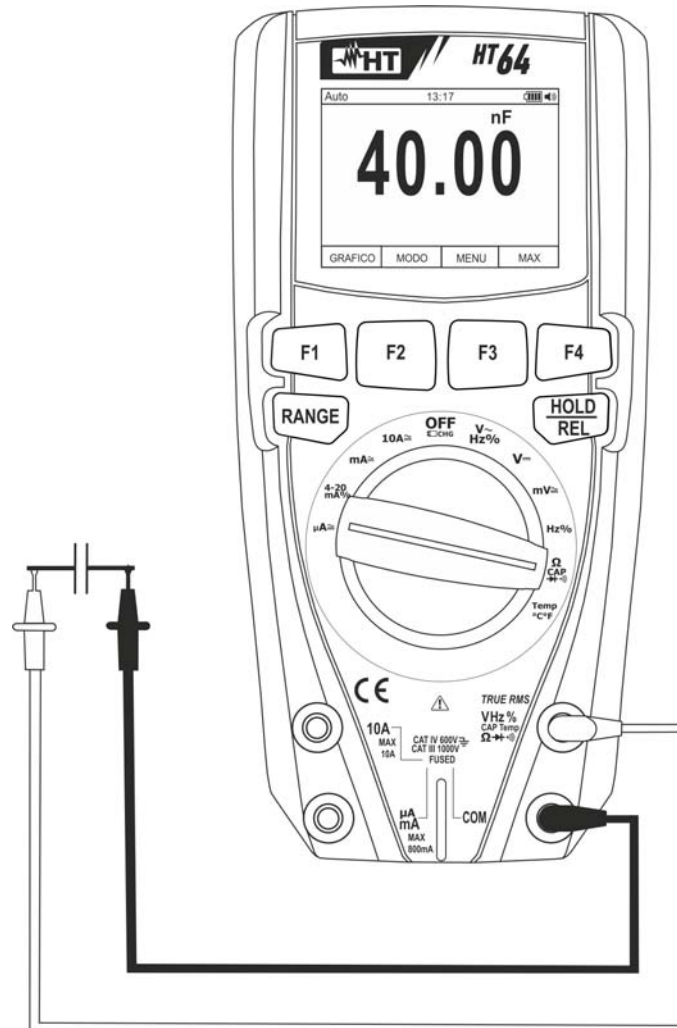

Fig. 27: Uso del instrumento para medida de Capacidades
5. Posicione las puntas en los extremos del condensador en examen respetando eventualmente las polaridades positivas (cable rojo) y negativas (cable negro) (vea Fig. 27). El valor de la capacidad se muestra en el visualizador. La barra gráfica no está activa en esta función